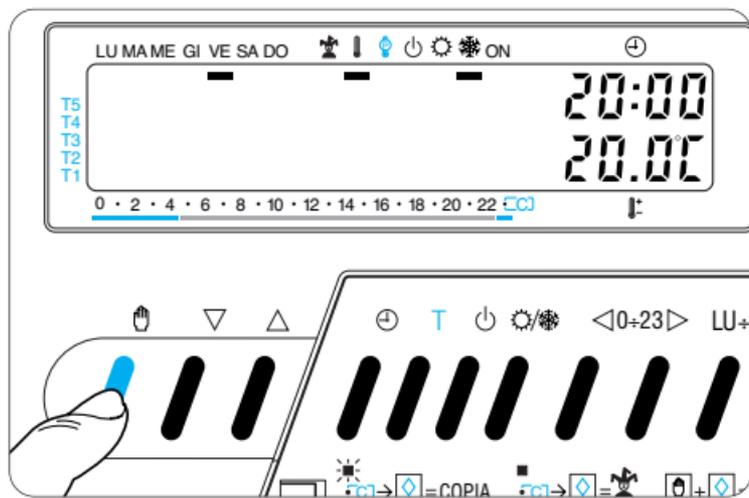

Fig. 15
**4.1** - Premere il pulsante  (fig. 15).